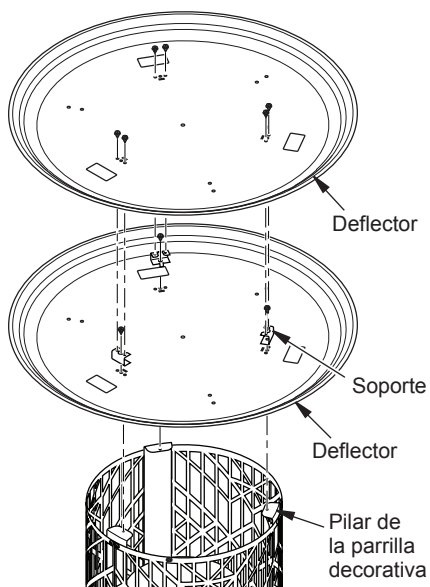

Figura 8 - Conjunto de deflector
- Coloque un deflector sobre los pilares decorativos de la parrilla. Fije el deflector y los soportes a los pilares con 1 tornillo (C) a través de cada una de los tres soportes. Consulte la figura 8.
- Coloque el segundo deflector sobre el primero. Fije el deflector a los soportes con 2 tornillos (C) a través de la parte superior de cada soporte (consulte la figura 8).